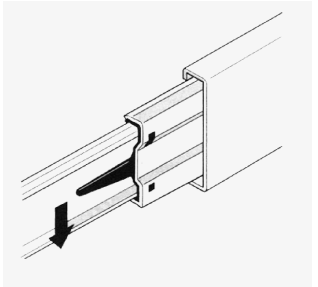
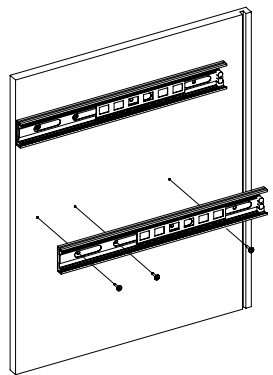

Рис.1
Рис.2
1. Подготовьте детали к сборке. Отсоедините от основания телескопических направляющих внутренние планки, отогнув пластиковый рычажок фиксатора (Рис. 1). Основания телескопических направляющих закрепите на деталях 5 и 8 шурупами 3,5x16 (Рис. 2).